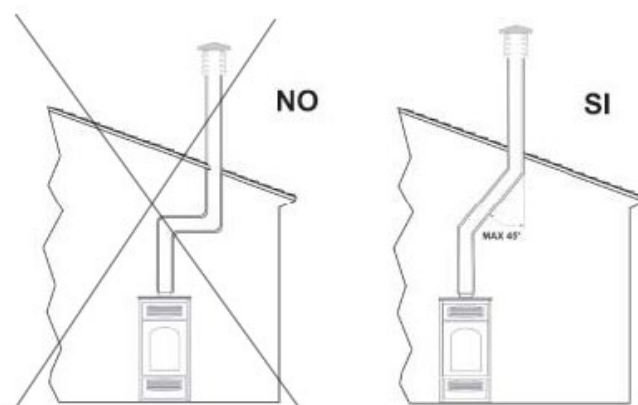

Fig.2
- La sezione interna deve essere uniforme, preferibilmente circolare: le sezioni quadrate o rettangolari devono avere spigoli arrotondati con raggio non inferiore a 20mm; rapporto massimo tra i lati di 1,5; pareti il più possibili lisce e senza restringimenti; le curve regolari e senza discontinuità, deviazioni dall'asse non superiori a 45° (fig.2).